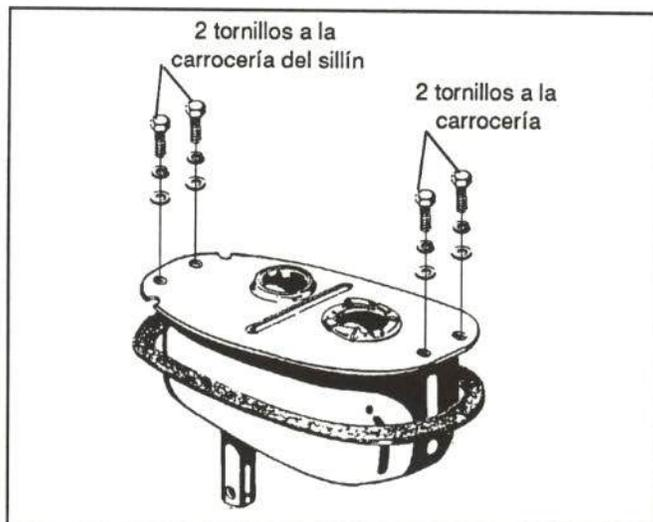

Figura 30.- Fijación del depósito de combustible
- Depósito de combustible (figura 30)